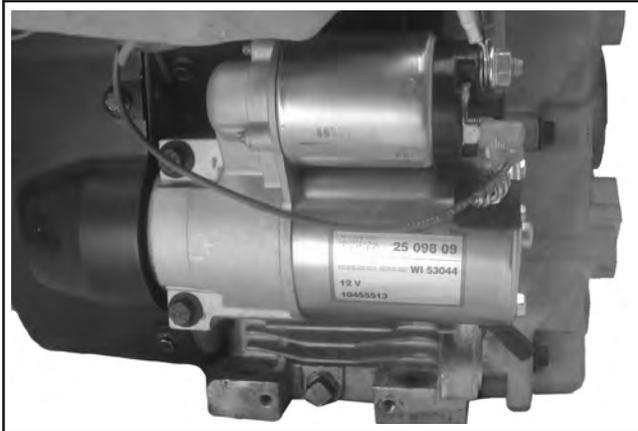

Abbildung 11-74. Anschluss der Kabel an den Anlasser.
- Bei den Modellen mit Hubmagnet die Kabel an den Magneten anschließen. Siehe Abbildung 11-74.